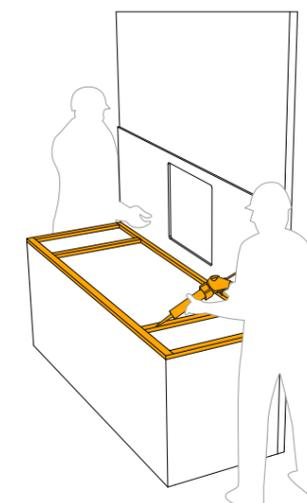

fig. 2
- Posizionare il countertop in verticale, collocandolo nel lato esterno della struttura (fig. 2);